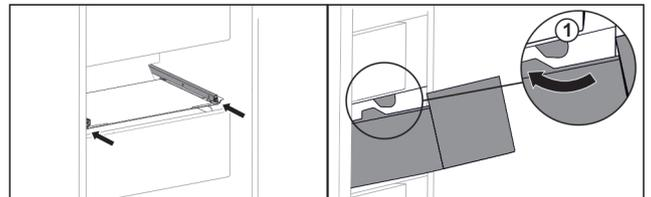

Fig. 100
- ▶ Pase el cajón por los topes Fig. 100 (1).